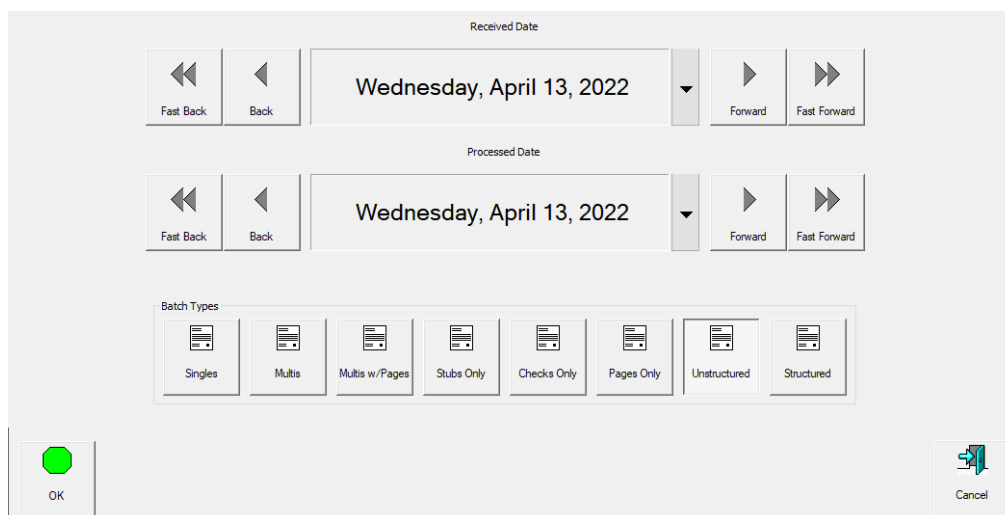

Figure 3-10 : Invite à modifier les dates de traitement et de réception
- Invite à changer le type de travail, le processus et les Dates de réception Nécessite que l'opérateur sélectionne le Type de travail et/ou les dates de traitement. Après avoir sélectionné, cliquez sur le bouton **OK** pour continuer (Figure 3-10).